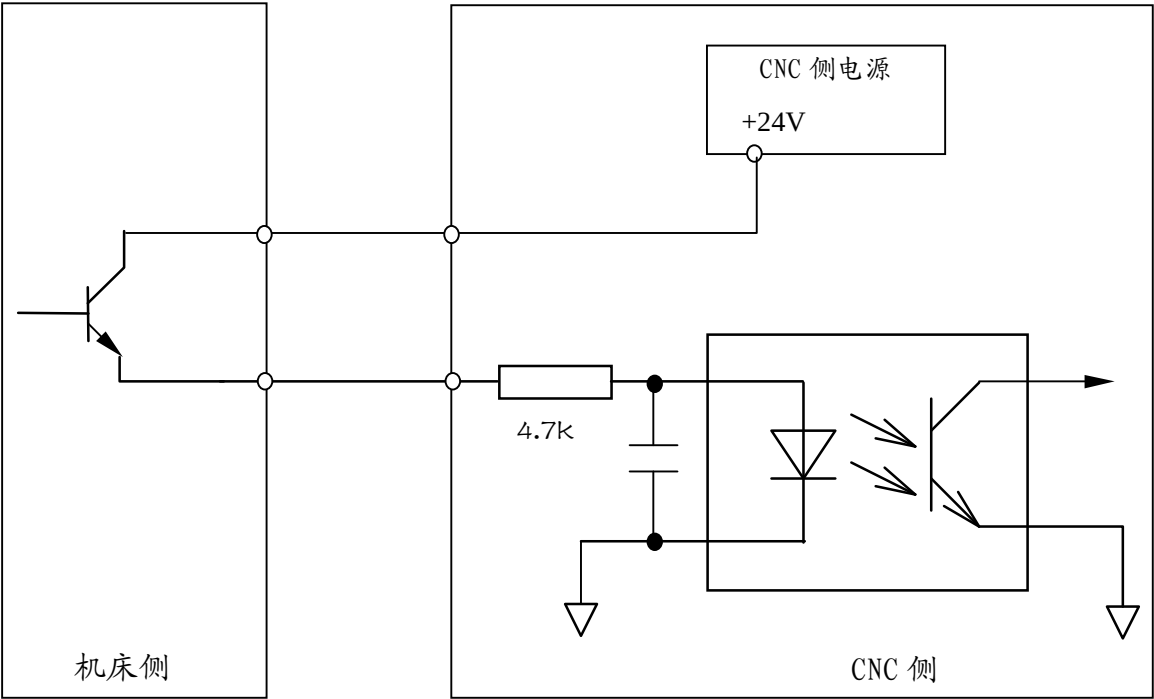

图 4.1.2a
- （2）此类信号的信号回路如图 4.1.2a 或 4.1.2b 所示。